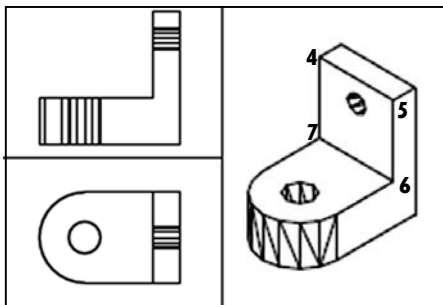

Рис. 6.5. Сформированная модель
3. Отрисовать профиль аксонометрической проекции с помощью команды **т-профиль** — «Рисование» / «Моделирование» / «Подготовка» / «Профиль», переключившись в пространство модели в данном видовом экране (рис. 6.5)